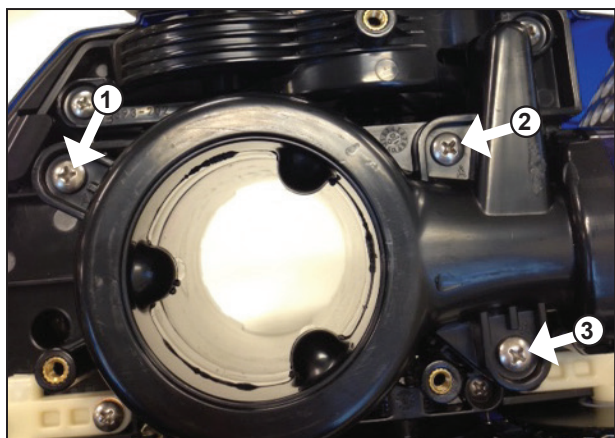

Figure 22. Remettre les trois (3) vis du système de gestion de l'eau
8. Remettre les trois (3) vis du système de gestion de l'eau (Figure 22).